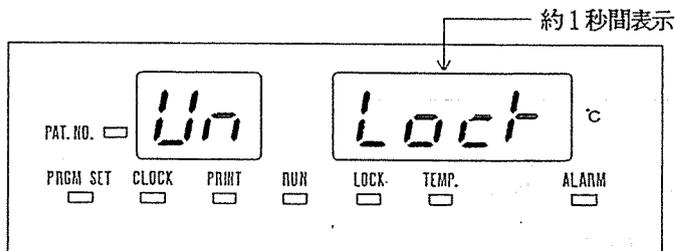

図3-6
- ①  キーを押します。
② 表示部は図3-6になり、キーロックが解除されます。